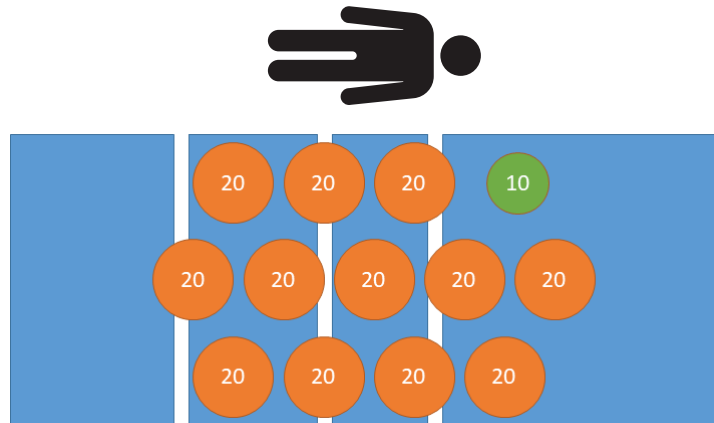

Figure 23 – Test de performance du poids - 250 kg
6. En utilisant des poids étalonnés, placer 250 kg sur le produit (Figure 23).